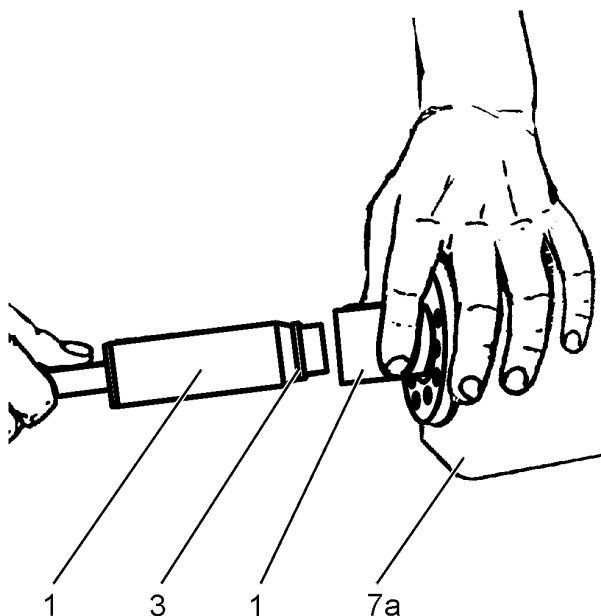

Рис. 10В.7С. Установка комплекта уплотнительных колец «O-ring/kin-ring»
5. Вставить штифт (5) в отверстия золотника (7c) и гильзы (7b).
6. Надеть на золотник узел подшипника (1), смотри Рис. 10В.7В.